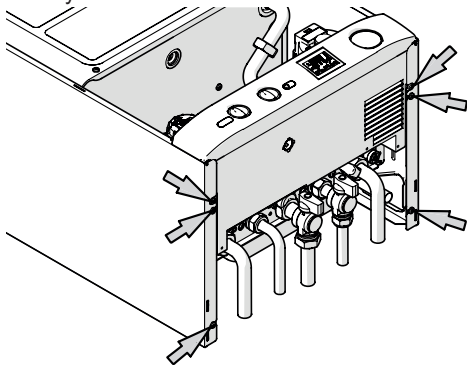

Рисунок 5.20
- Открутите шесть указанных винтов, см. Рисунок 5.20.